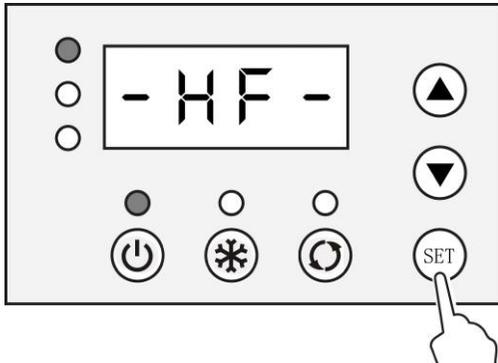
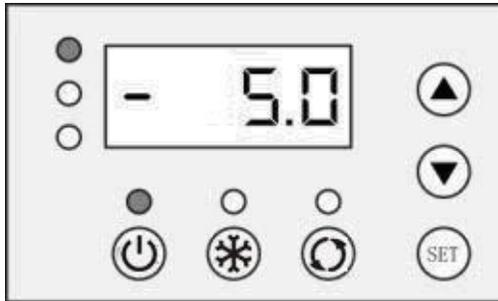

图4.4.2
图4.4.3
1. 点按“SET”键，“温度显示窗”左侧的上限温度指示灯亮，“温度显示窗”显示“-HF-”(见图4.4.2.)。1s后“温度显示窗”显示上限温度设定值。点按“▲”键或“▼”键,可调节上限温度设定值(见图4.4.3)